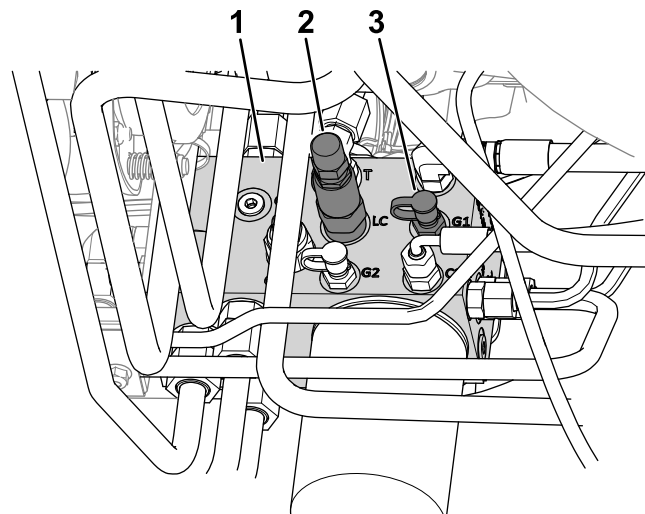

Figura 23
- Collegate un manometro alla porta diagnostica (con l'etichetta G1; fate riferimento a Figura 23).
- Cursore di trasferimento del peso (LC)
- Sul lato del collettore di sollevamento, rimuovete il cappuccio dalla porta diagnostica (con l'etichetta G1; fate riferimento a Figura 23).
- Allentate il controdado all'estremità del cursore di trasferimento peso (con l'etichetta LC; fate riferimento a Figura 23).